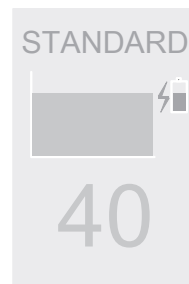

Bild 3
4. Wenn die Batterie geladen wird, zeigt das Handstück (Bild 3) an.